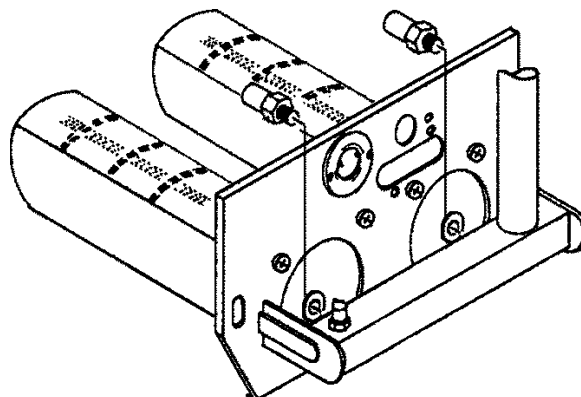

Рис. 3.5
- Отвинтите с горелки две форсунки для метана и замените их форсунками для сжиженного газа; установите прилагаемые алюминиевые прокладки (рис. 3.5)